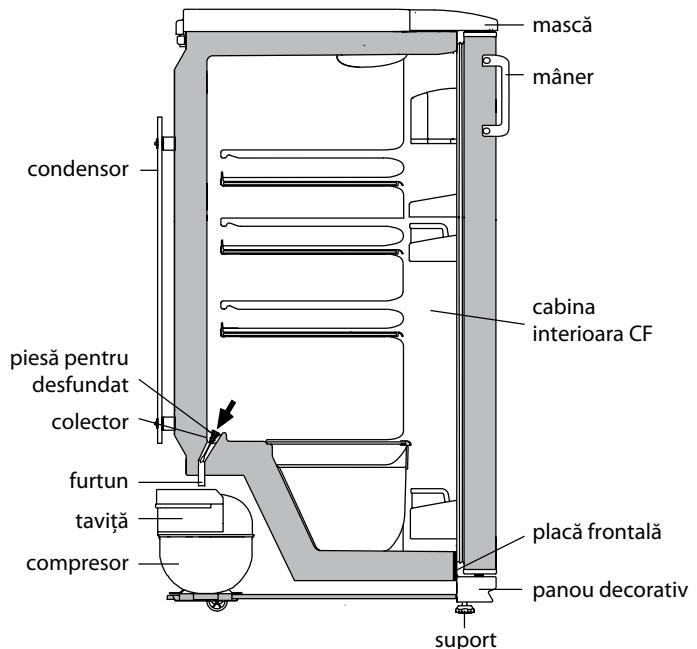

Figura 4 – Schema de scurgere a apei topite CF
2.2.1 In CF este utilizeaza un sistem automat de decongelare. Bruma, care aparea pe peretele din spate a CF, dupa oprirea compresorului ce lucra ciclic, se topeste si se transforma in picaturi de apa. Picaturile de apa topita se scurg in tava, prin gaura – in conducta de ramificatie si intra in vasul compresorului in conformitate cu figura 4 si se evapora. In tava este instalata o perie, conceputa pentru a elimina colmatarea sistemului de scurgere.
2.2.2 Este necesar in mod regulat (cel putin o data in 3 luni) sa fie verificat curatenia tavii si sa verificat absenta apei in tava. Prezenta apei in tava indica infundarea a sistemului de drenaj. Pentru a elibera blocajul, curatati gaura din tava cu o perie, astfel ca apa fara obstacolsa scurga in vas, spalati peria si instalati-o on conformitate cu figura 4.
SE INTERZICE utilatia frigiderului cu un sistem de drenare infundat. Apa, care a aparut in partea de jos a CF sau ce a aparut in locul de contact cu placa frontală a cabinei interioare a CF, in conformitate cu figura 4 poate cauza corodarea cabinei exterioare a frigiderului, poate afecta izolatia termica, poate duce la formarea fisurilor cabinei interioare a frigiderului si defectarea frigiderului.